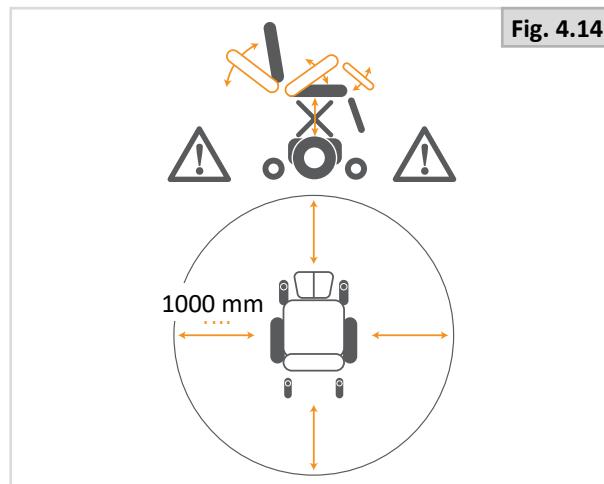

Fig. 4.14
- Zoals bij alle bewegende delen: let op dat uw vingers niet beklemd raken. (fig. 4.14).